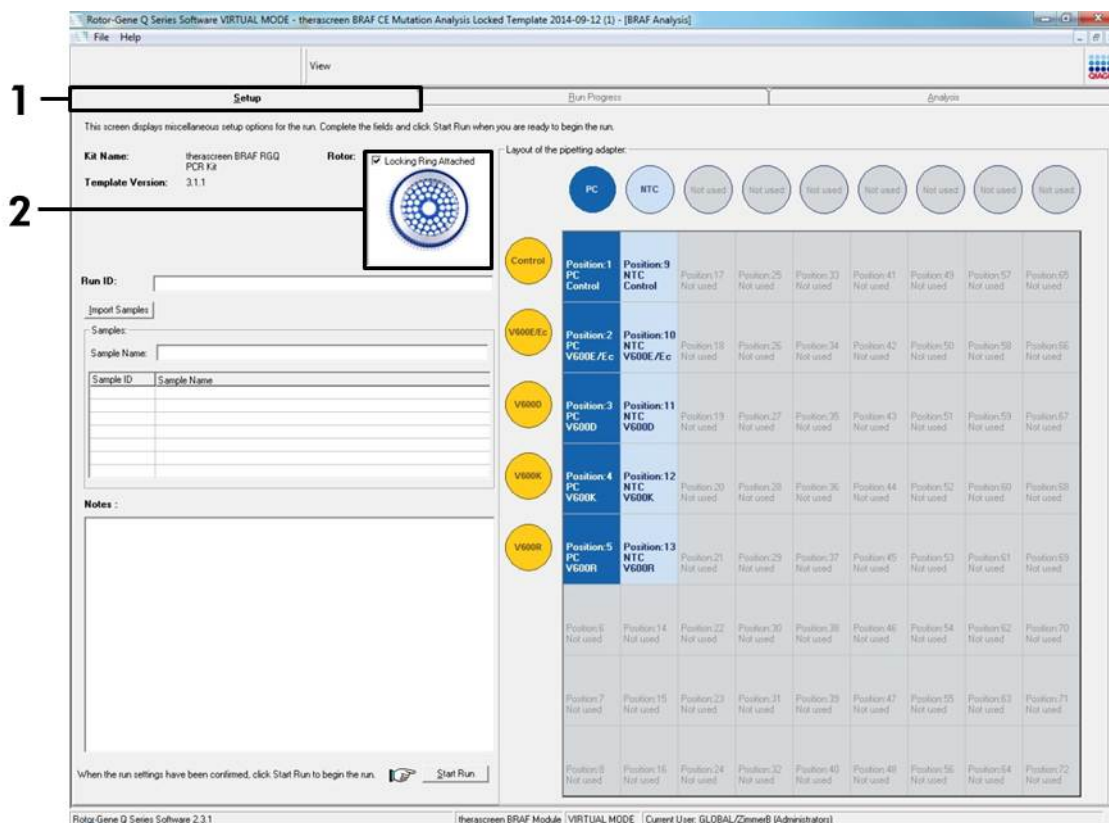

Ilustración 13. Pestaña “Setup” (Configuración) (1) y opción “Locking Ring Attached” (Anillo de fijación sujeto) (2)
10. La pestaña “Setup” (Configuración) (consulte la ilustración 13) se abre de manera predeterminada. Confirme que el anillo de fijación esté sujeto y marque la casilla “Locking Ring Attached” (Anillo de fijación sujeto). Cierre la tapa del equipo Rotor-Gene Q.